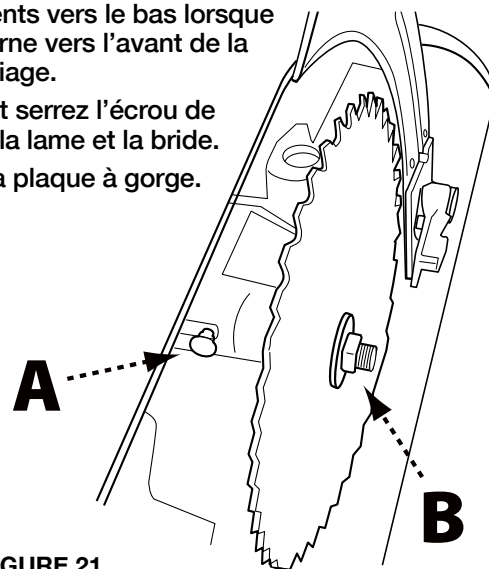

FIGURE 21
2. Appuyez et maintenez enfoncé le bouton de verrouillage de l'arbre (A) montré à la Figure 21.